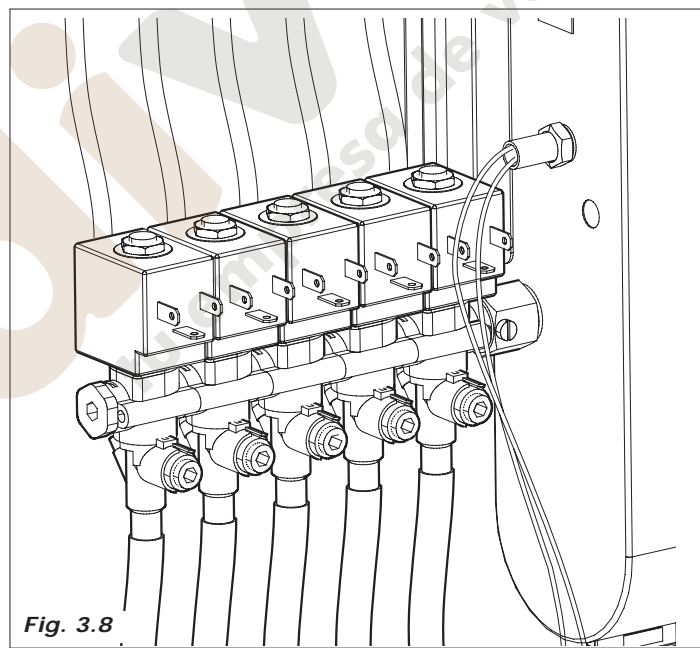
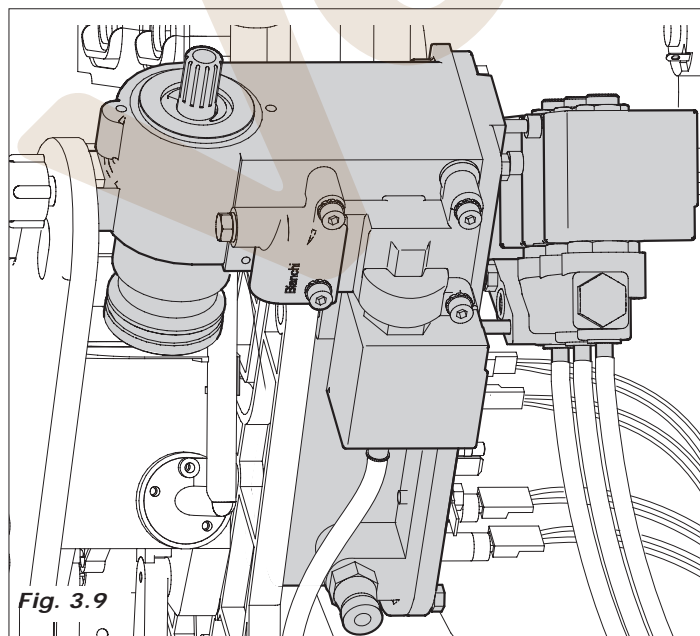

Fig. 3.8
Fig. 3.9
- Se activa la electroválvula fijada sobre la caldera de soluble (Fig. 3.8) o sobre la caldera de café (Fig. 3.9) para introducir la cantidad de agua programada en la batidora;